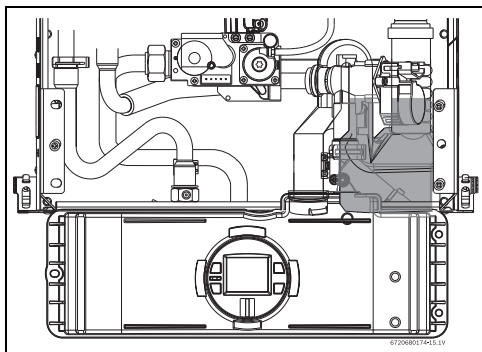

Fig. 61
- ▶ Comprobar el nivel de agua en el depósito de aguas condensados (consultar Fig. 61).